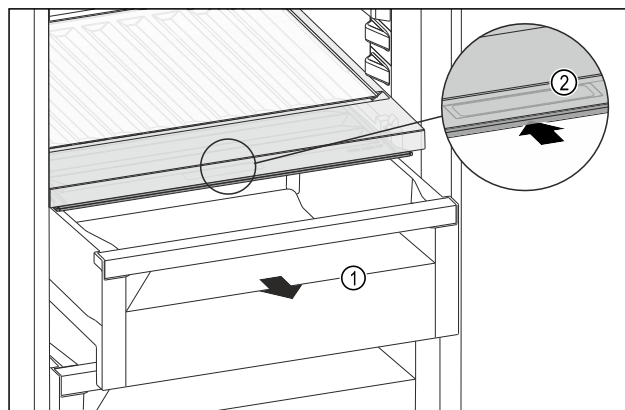

Fig. 159
- Trekk ut skuffen Fig. 159 (1).
- Ta tak i det innfelte grepet Fig. 159 (2) på lokket, og skyv lokket samtidig bakover.